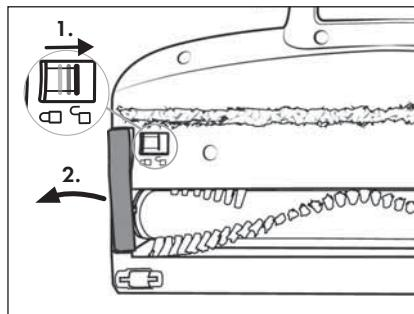

Rys. 22
- Nie obracaj filtru ze stali nierdzewnej ⑤, gdy wkładasz go do pojemnika na pył ⑥. Uważaj również na oba oznaczenia punktowe na filtrze ze stali nierdzewnej ⑤ oraz na pojemnik na pył ⑥, aby prawidłowo włożyć filtr ze stali nierdzewnej ⑤.
- 7) Włóż filtr HEPA ④ do filtra ze stali nierdzewnej ⑤ (patrz rys. 22).